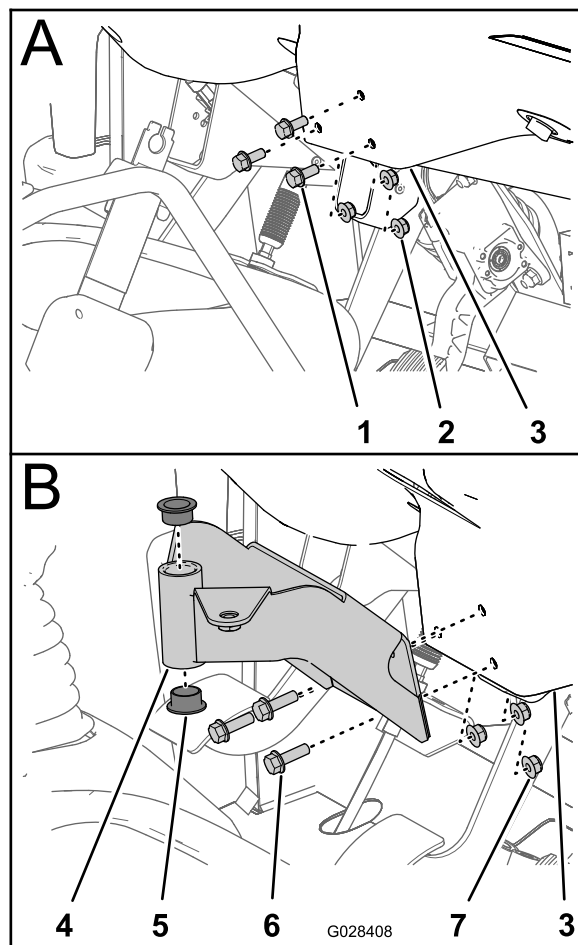

Figure 17
1. Retirez les 3 boulons et les 3 écrous qui fixent la partie inférieure centrale de la planche de bord au support de la planche de bord (Figure 17).
2. Alignez les trous du support de montage de la console de commande et les trous dans la planche de bord et le support (Figure 17).
4. Serrez les écrous et les boulons à (Figure 17).
5. Insérez les 2 douilles en plastique dans le support de montage (Figure 17).